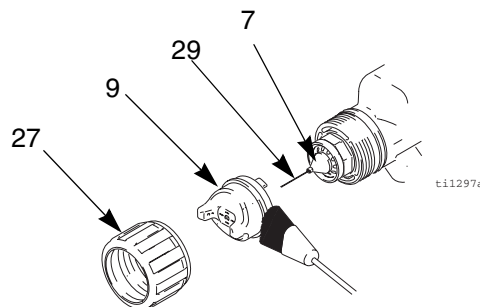

Fig. 16. Nettoyage du chapeau d'air et de la buse
4. Enlever la bague de serrage (27) et le chapeau (9). Voir FIG. 16.
5. Nettoyer le chapeau d'air (9) avec un pinceau à poils doux et un solvant ininflammable ou immerger le chapeau d'air dans du solvant puis bien l'essuyer.
6. Tout en tenant le pistolet dirigé vers le bas, nettoyer la buse (7) et la partie avant du pistolet à l'aide d'un pinceau souple imprégné de solvant ininflammable.